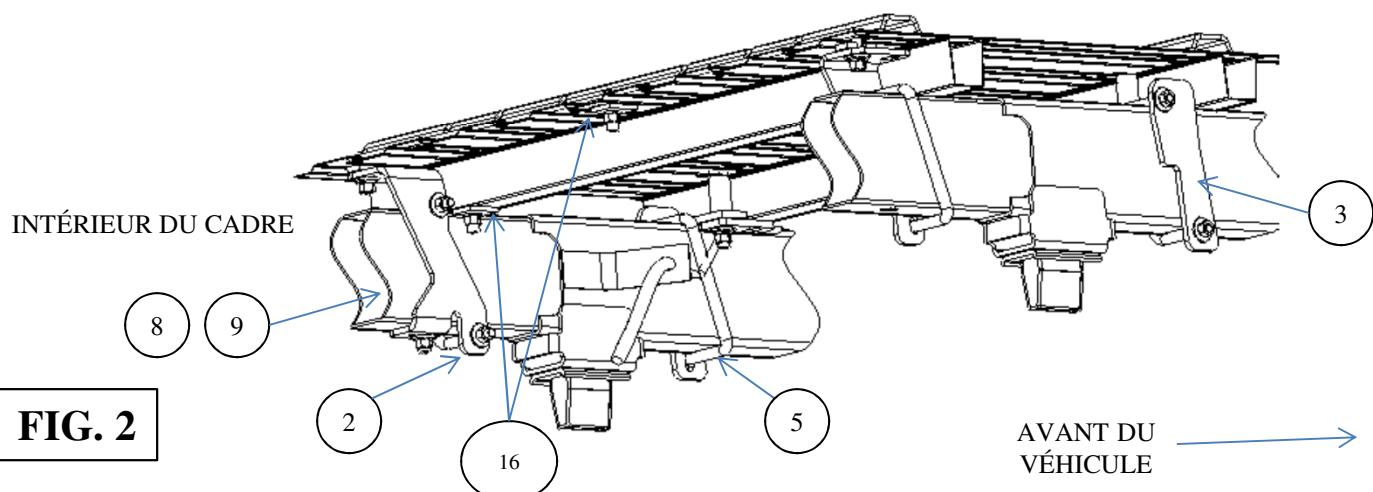

FIG. 2
- b) Poser un boulon en U sur chaque support. Le boulon en U entoure l'intérieur du cadre. Poser sans trop serrer des rondelles coniques et des écrous hex. 1/2 po sur les extrémités des boulons en U. **REMARQUE : Le boulon en U côté conducteur doit être placé entre la conduite de frein et le cadre. Voir la Figure 2. Un mauvais positionnement du boulon en U côté conducteur peut causer des dommages au système de freins du véhicule. Placer les fils électriques de façon qu'ils ne nuisent pas.**